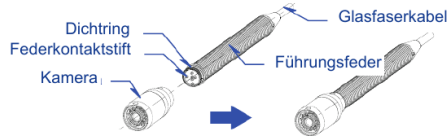

Abbildung 12. Kamerakopf montieren
1. Kamerakopf montieren (siehe Abbildung 12).